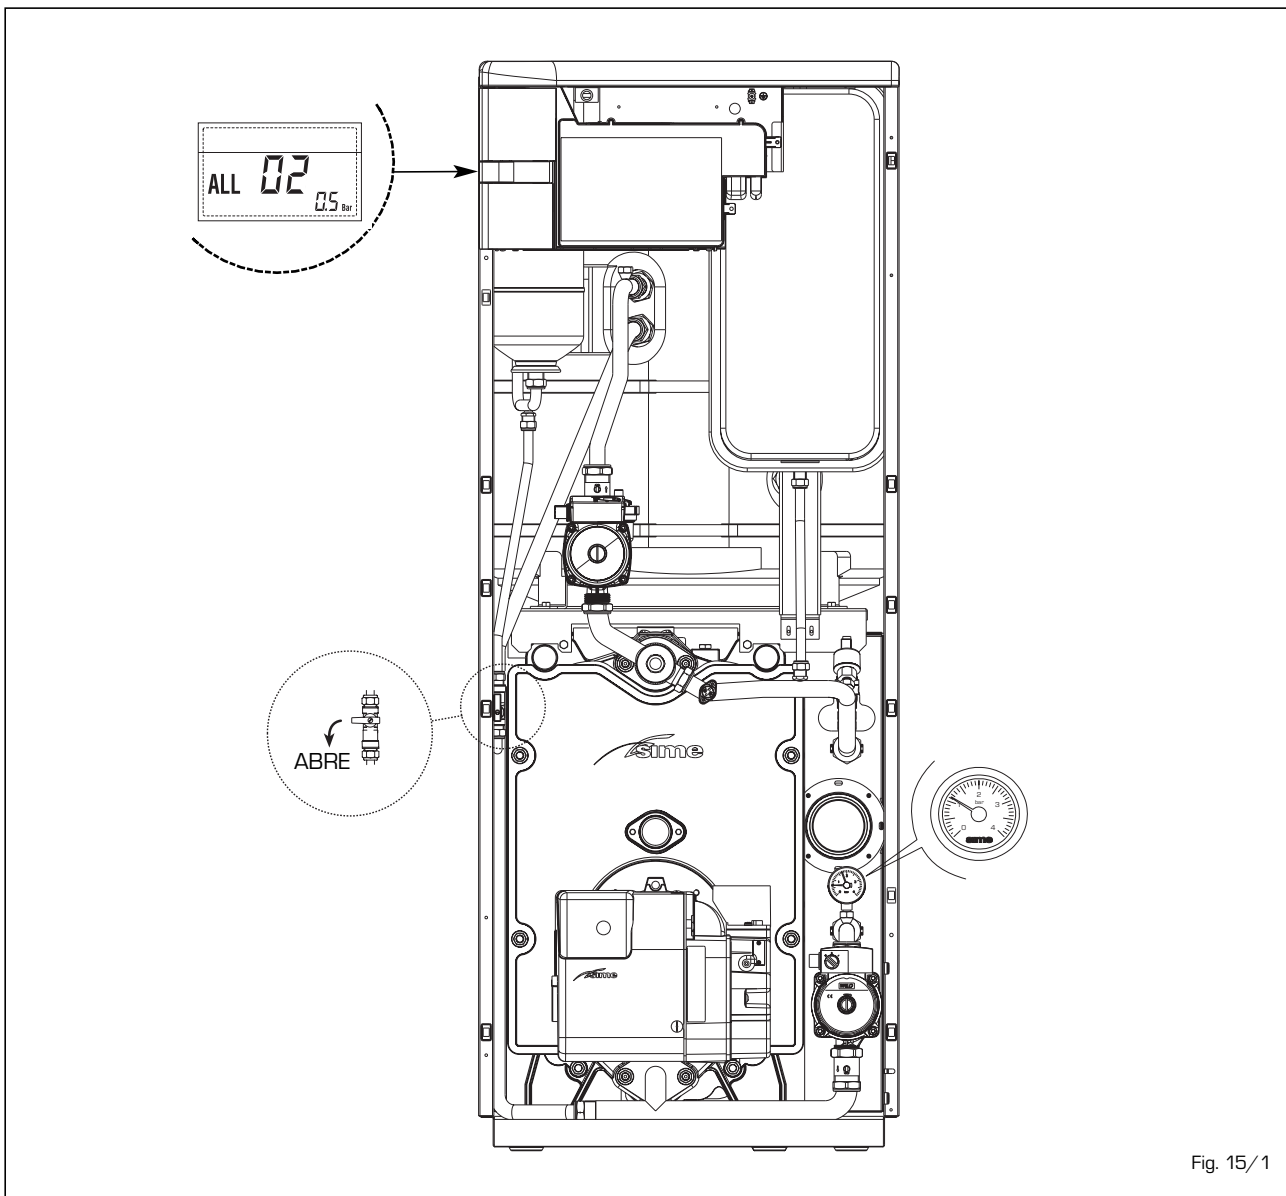

Fig. 15/1
- **ANOMALÍA ALTA PRESIÓN AGUA "ALL 03" (fig. 15/2)**